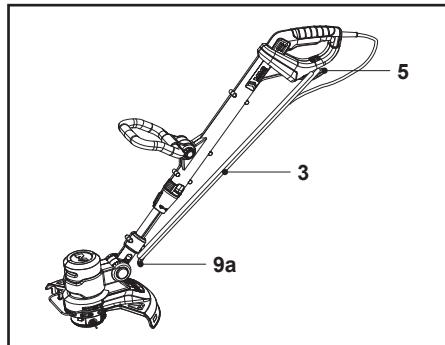

Fig. 28
- Enrolle el cable de alimentación (3) en las dos sujetaciones para cable (5, 9a) y fíjelo con un clip para cable adecuado (Fig. 28).